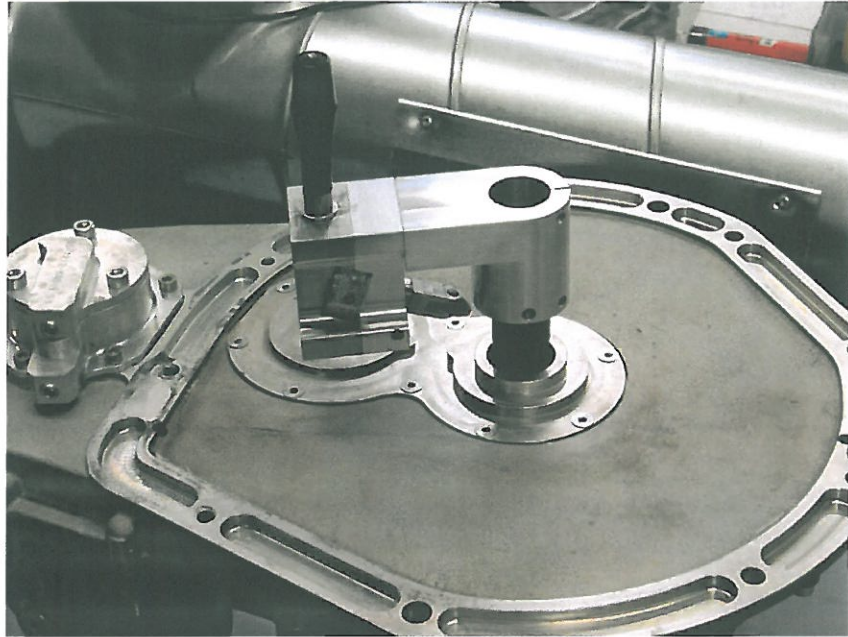

Bild 2 Spezialwerkzeug ansetzen
5. Das Spezialwerkzeug VR00388 über die Getriebeeingangswelle führen. Siehe Bild 2.